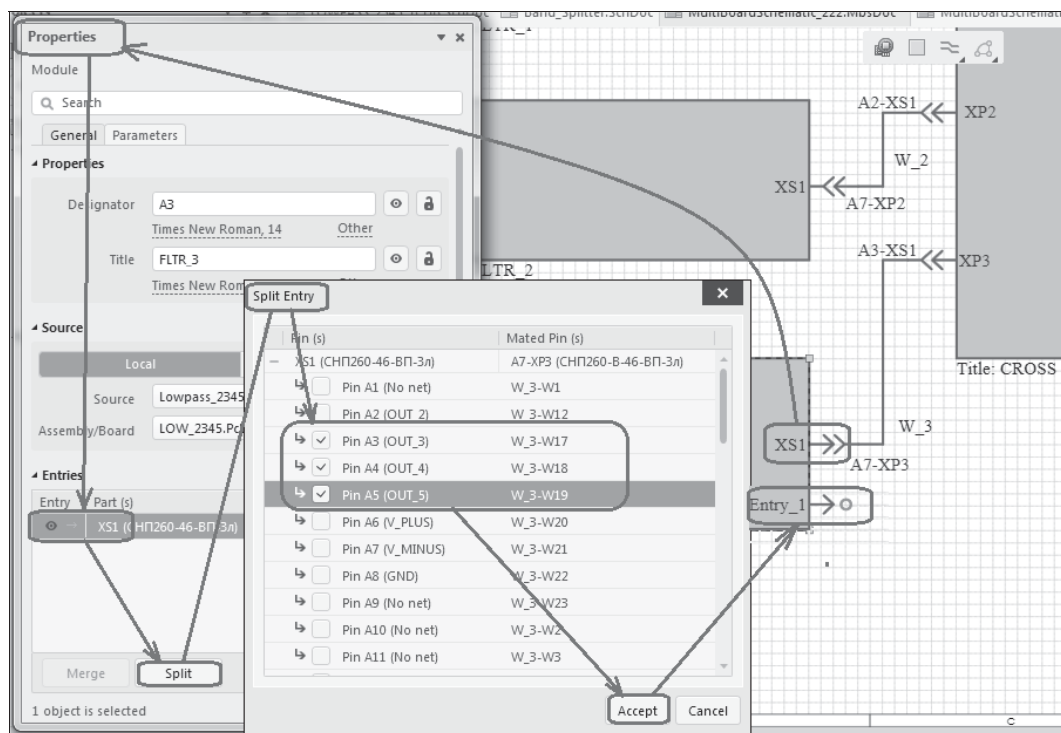

Рис. 9.7. Настройка разветвляющихся линий связи
16. Программа автоматически образует новый объект **Entry**, сохраняя общее позиционное обозначение соединителя дочернего проекта, и обозначает номера контактов, остающихся в основной группе и передаваемых в отделяемую группу (рис. 9.7). По обычным правилам выполните здесь электрические соединения модулей.